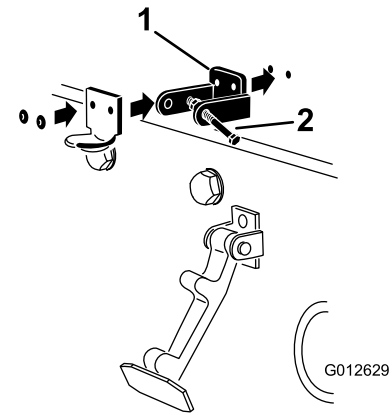

Bild 4
5. Nieten Sie die Halterungen und Scheiben an die Haube (Bild 4).